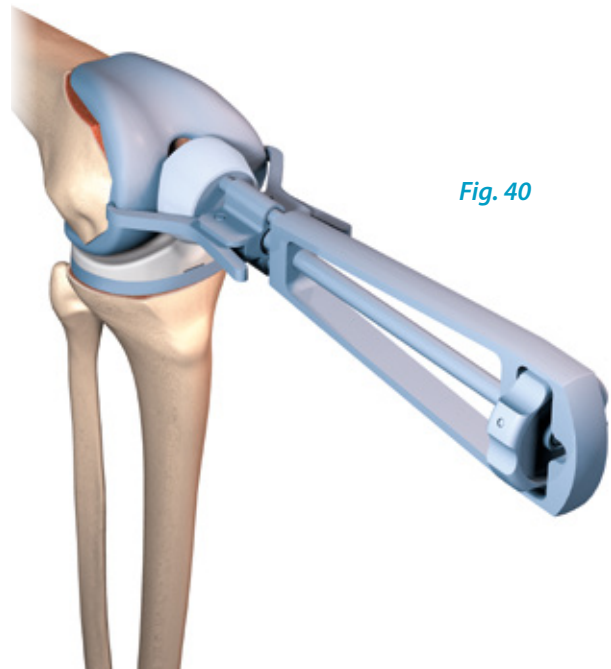

Fig. 40
2. Le second temps concernera l'implant fémoral (avec ou sans ciment) (Fig. 40).